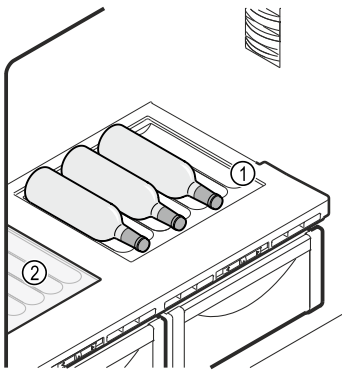

Fig. 162 Beispielhafte Darstellung
- ▶ Glasplatte Fig. 162 (2) unter der variablen Flaschenablage einlegen.